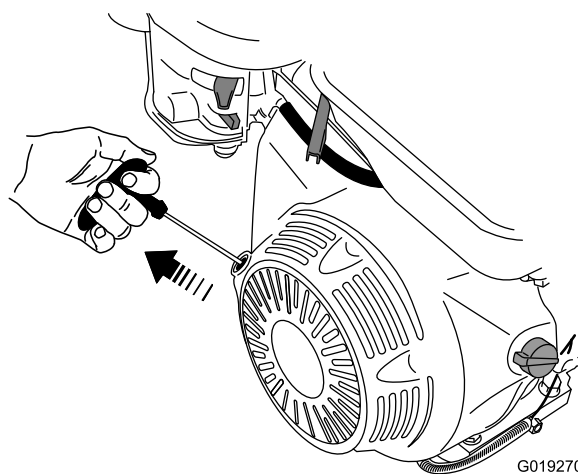

Figure 27
6. Sur le moteur, tournez l'interrupteur du moteur à la position marche (I) ; voir Interrupteur marche/arrêt du moteur (page 10).
7. Tirez légèrement sur la poignée du lanceur jusqu'à ce que vous sentiez une résistance, puis tirez vigoureusement. Relâchez lentement la poignée du lanceur (Figure 27).